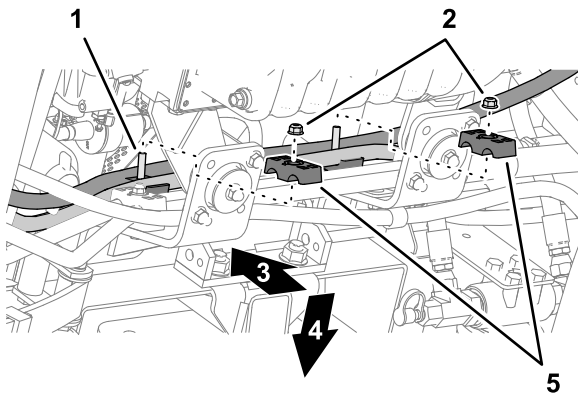

Figure 65
3. Déposez les 2 contre-écrous à embase (5/16") qui fixent les 2 demi-colliers de tube supérieurs, comme montré à la Figure 65, puis déposez les demi-colliers.